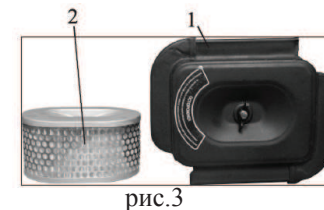

рис.3
6.3.1 Демонтируйте крышку 1 (рис.3).
При отделении крышки от корпуса не повредите уплотнение. Снимите фильтрующий элемент 2 (рис.3). Убедитесь в чистоте и целостности фильтрующего элемента. При необходимости установите новый фильтр. Воздушный фильтр следует заменять при изменении цвета выхлопных газов или неустойчивой работе двигателя, но не реже 500 часов работы.